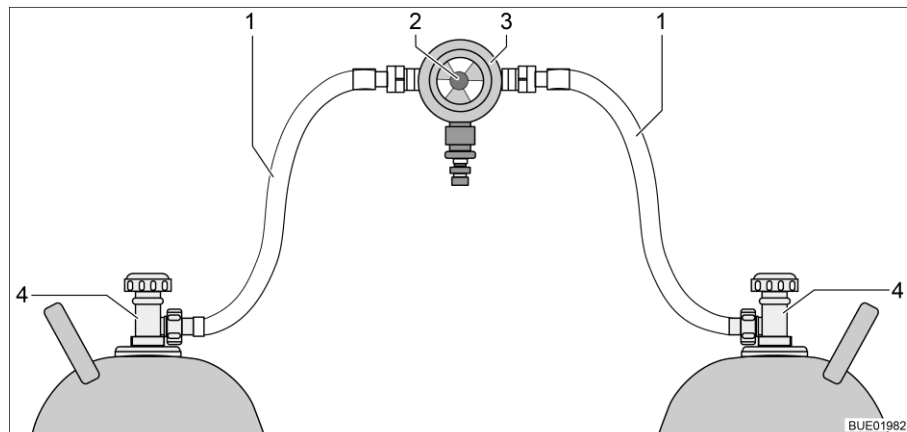
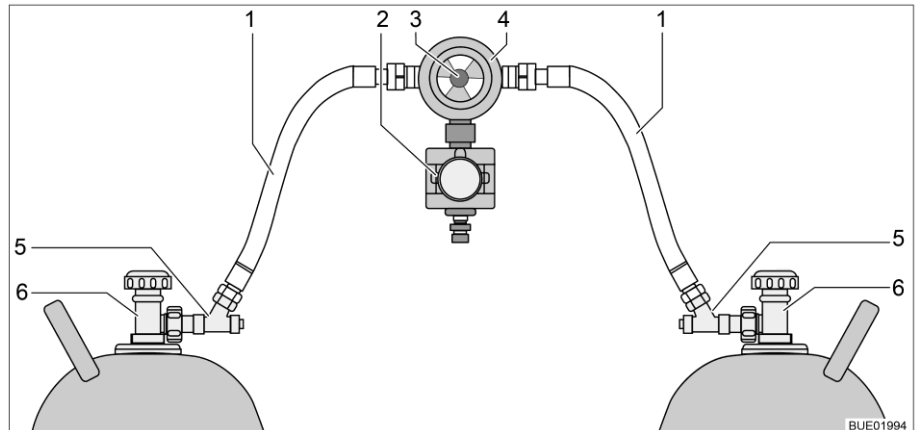

Fig. 64 Instalación de conmutación de bombonas de gas
Fig. 65 Instalación de conmutación de bombonas de gas con CPU
La instalación de conmutación de bombonas de gas consiste de un regulador de presión de gas combinado, con válvula selectora e indicador (Fig. 64,3). La instalación de conmutación de bombonas de gas está montada entre las dos gomas del gas (Fig. 64,1).
La instalación de conmutación de bombonas de gas consiste de un regulador de presión de gas combinado, con válvula selector e indicador (Fig. 65,4) y una electroválvula (Fig. 65,2). En caso de una frenada a fondo, un accidente o una extrema posición inclinada, la electroválvula bloquea el suministro de gas al vehículo. La instalación de conmutación de bombonas de gas está montada entre las dos gomas del gas (Fig. 65,1) con dispositivos de seguridad en caso de rotura de manguera (Fig. 65,5).
Con el botón giratorio (Fig. 64,2 ó bien Fig. 65,3) en la instalación de conmutación de bombonas de gas se puede determinar cuál de las bombonas de gas se utilizará como bombona de servicio y cuál bombona de gas como bombona de reserva.
En la unidad de mando (Fig. 66) únicamente pueden conmutarse las funciones eléctricas. Las llaves de paso principales de las bombonas de gas (Fig. 64,4 ó bien Fig. 65,6) deben abrirse y cerrarse a mano.
- Abrir las llaves de paso principales en las bombonas de gas (Fig. 64,4 ó bien Fig. 65,6).
- Pulsar los dispositivos de seguridad en caso de rotura de manguera (Fig. 65,5), uno tras otro, por 10 segundos.
- Con el botón giratorio (Fig. 64,2 ó bien Fig. 65,3) en la instalación de conmutación, seleccionar la bombona de gas de la que habrá de tomarse el gas con prioridad (bombona de servicio). Girar el botón giratorio siempre hasta el tope.
- Cerrar las llaves de paso principales en las bombonas de gas (Fig. 64,4 ó Fig. 65,6).